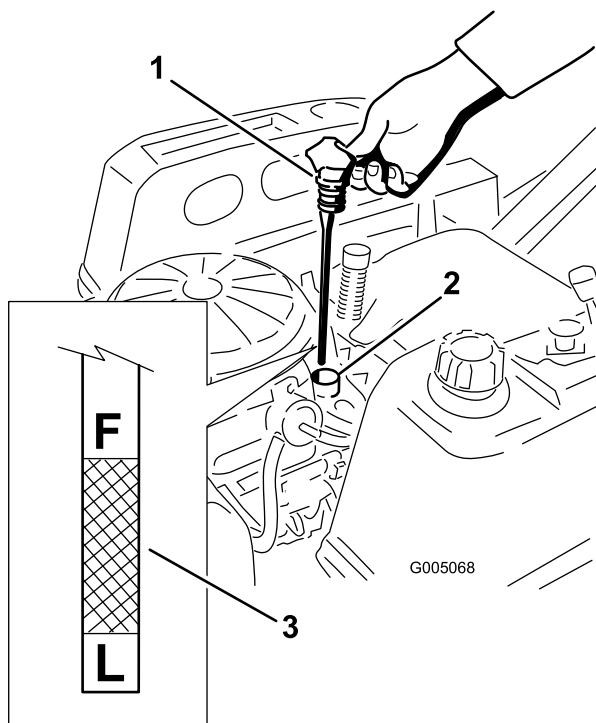
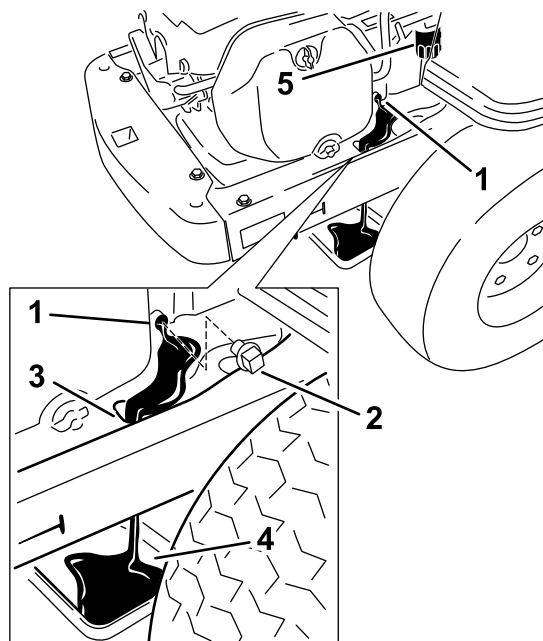

Figura 25
Figura 26
4. Retire el tapón de llenado/varilla de aceite y límpielo. Vuelva a colocar la varilla y empuje firmemente para asentarla en su lugar (Figura 25).
5. Retire la varilla y compruebe el nivel de aceite. (Figura 25).
5. Limpie la zona alrededor del tapón de vaciado del bastidor de la máquina. Coloque un recipiente debajo de la máquina, directamente debajo del orificio de vaciado del bastidor, según se muestra en Figura 26.
6. Retire el tapón de vaciado de aceite (Figura 26). Retire el tapón de llenado/varilla (Figura 25).
8. Retire el filtro usado y limpie con un paño la superficie de montaje (Figura 26).
14 Nm. Limpie cualquier exceso de aceite del bastidor (Figura 26).
13. Vierta lentamente un 80% aproximadamente de la cantidad especificada de aceite por el tubo de llenado (Figura 25).
14. Coloque firmemente el tapón de llenado/varilla (Figura 25).
15. Compruebe el nivel de aceite (Figura 25); consulte Verificación del nivel de aceite.
17. Coloque firmemente el tapón de llenado/varilla (Figura 25).